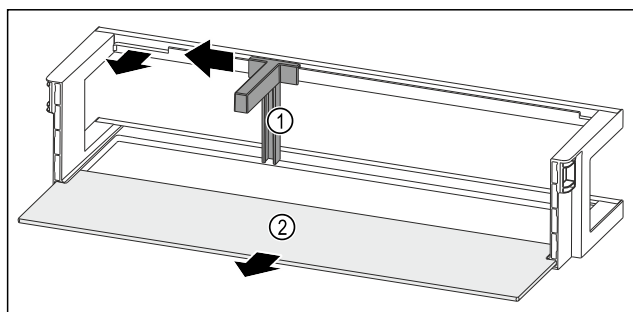

Fig. 213 Дверная полка с держателем для бутылок и съемной полкой
- Сместите держатель для бутылок Fig. 213 (1) до выемки в сторону.
- Извлеките держатель для бутылок Fig. 213 (1).
- Извлеките съемную полку Fig. 213 (2).